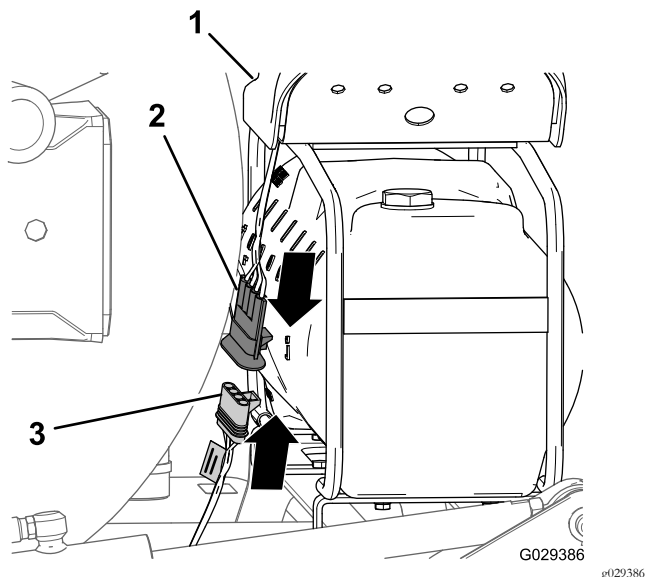

Figure 120
1. À l'extrémité de la branche de 236 cm du faisceau, alignez le connecteur à 4 douilles du faisceau du kit de finition et le connecteur à 4 broches du faisceau du compresseur (Figure 120).
2. Insérez le connecteur à 4 broches dans le connecteur à 4 douilles (Figure 120).